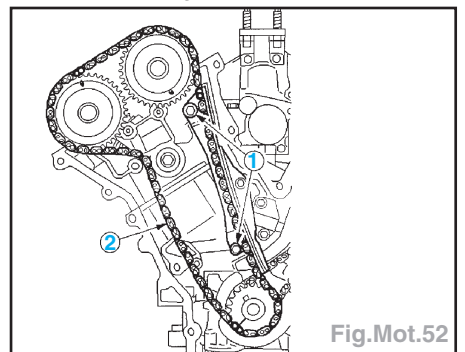

Fig.Mot.52
- Déposer le bras de tendeur de chaîne de distribution (2).
- Déposer le guide de chaîne de distribution fixe (1) (Fig.Mot.52).